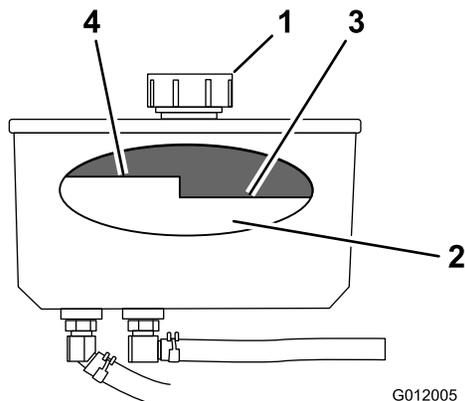

Figura 73
4. Limpe a zona em redor da tampa e do tubo de enchimento do depósito hidráulico (Figura 73).
5. Retire a tampa do tubo de enchimento (Figura 73).
**Nota:** O nível do fluido deve ficar abaixo do nível quente do abafador, quando o fluido está quente (Figura 73).